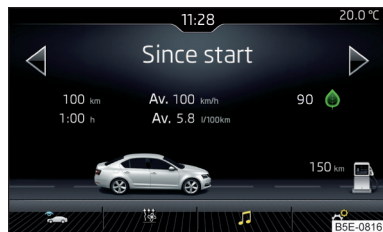

Fig. 239
► Pulsar la tecla/el campo de sensor **CAR**/ → , se visualiza el menú principal con las siguientes superficies funcionales » fig. 239.